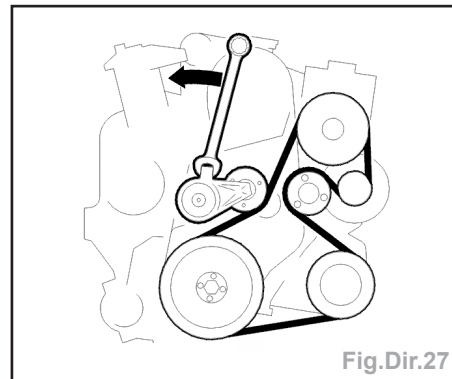

Fig.Dir.27
- Déposer la courroie auxiliaire (fig.Dir.27).